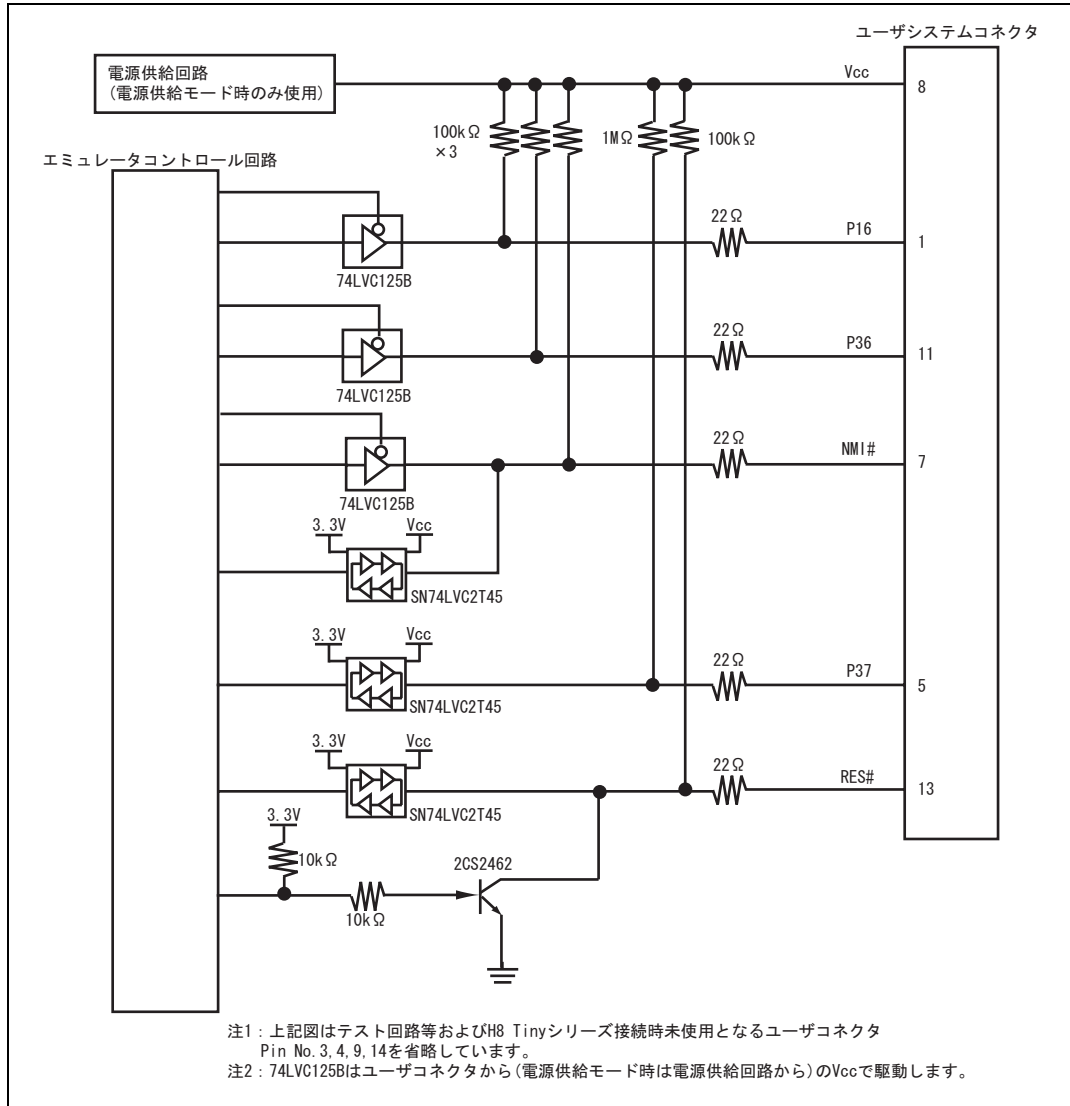

図 4.6 E8a エミュレータ内インタフェース回路 (参考)
8. 図 4.6 に E8a エミュレータ内インタフェース回路を示します。プルアップ抵抗の値などを決定するときに参考にしてください。